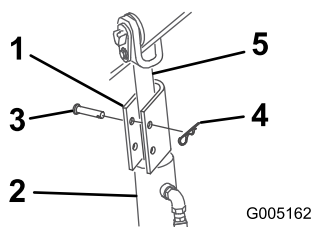

Figure 25
4. Posez un dispositif de blocage sur la tige de chaque vérin de levage (Figure 25).
5. Fixez chaque dispositif de blocage à l'aide d'un axe de chape et d'une goupille fendue (Figure 25).